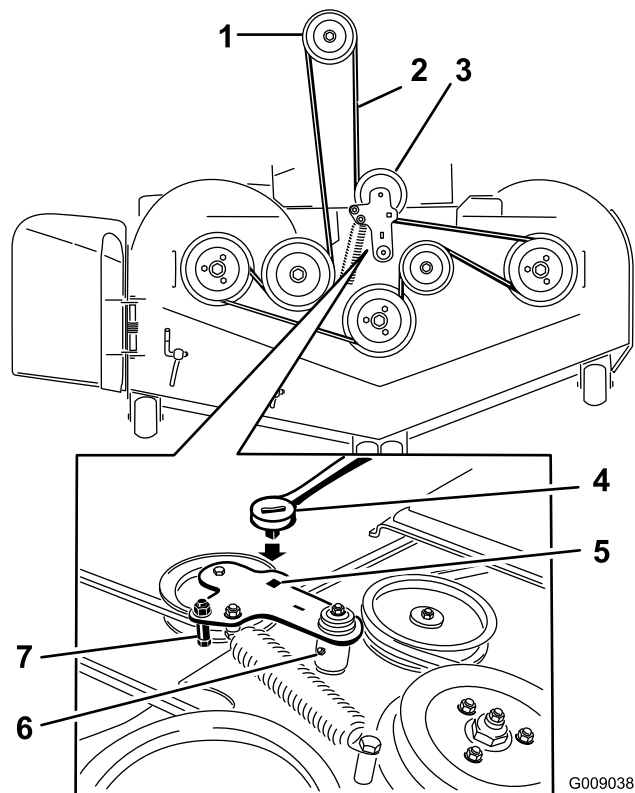

Bild 71
5. Setzen Sie eine Ratsche in das rechteckige Loch im Spannarm ein, um die Spannung an der Spannscheibenfeder zu lösen (Bild 71).
7. Nehmen Sie die Riemenschutzvorrichtung am gefederten Spannarm ab, wie in Bild 71 dargestellt.
9. Verlegen Sie den neuen Riemen um die Mähwerk- und Bremsspannscheiben unter dem Motor (Bild 71).
10. Nehmen Sie die Riemenführung am Spannarm ab, wie in Bild 71 dargestellt.
11. Setzen Sie die Spannscheibenfeder mit der Ratsche im rechteckigen Loch ein (Bild 71).